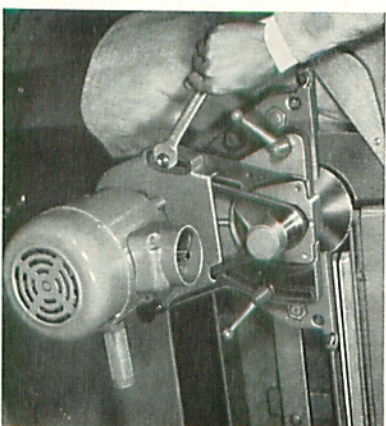

Bild 18
For tightening V-belt, loosen the two nuts (53), push motor slightly downward and tighten nuts again (Fig. 18).
Pour tendre la courroie, desserrer les écrous (53) et pousser le moteur légèrement vers le bas. Resserrer les écrous (fig. 18).
Zum Nachspannen des Keilriemens die beiden Muttern (53) lösen und den Motor leicht nach unten drücken und wieder festziehen. (Bild 18)